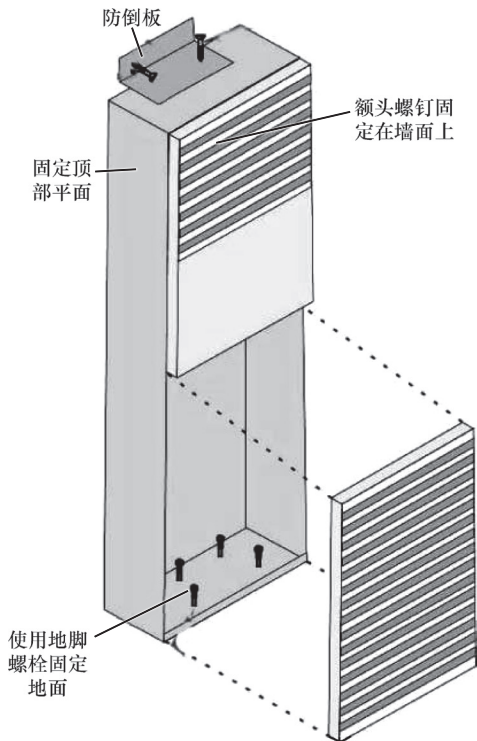

图 3-74 室内柜机安放示意图
20) 将室内柜机放入合适的位置, 在选择位置时要注意固定螺钉的安装, 如图 3-74 所示。